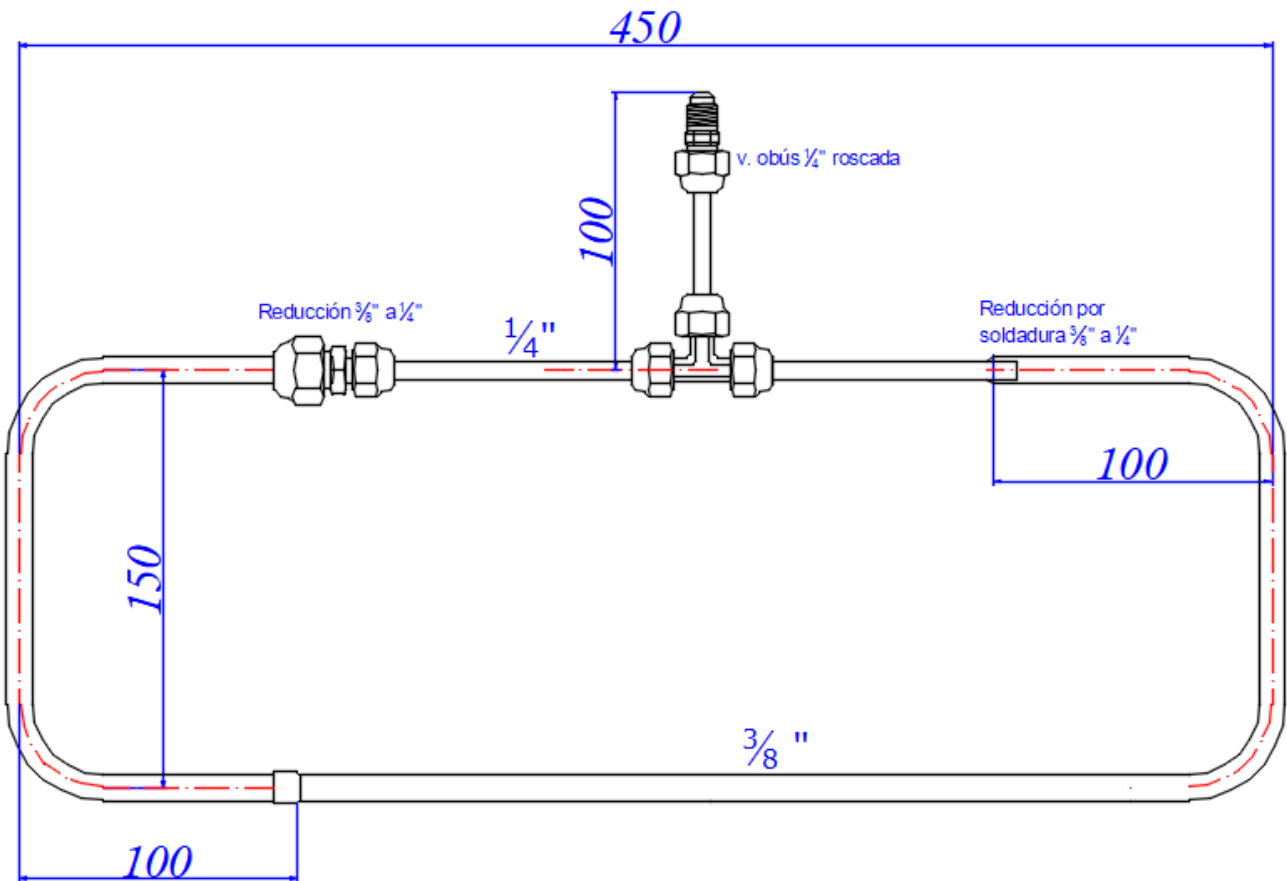

Figura 2. Mecanitzat amb tub de coure amb accessoris i soldadura.
3). Realitzau el mecanitzat amb tub de coure, accessoris i soldadura de l'esquema següent (figura 2). Una vegada s'hagi acabat el mecanitzat es procedirà a una prova d'estanqueïtat amb N2 = 20 bar. **(45 min).**